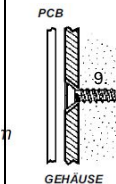

Abbildung B.4:
9. Montieren Sie die hintere Abdeckung mit zwei Schrauben und setzen Sie die Leiterplatte zurück. Benutzen Sie ISO 7050 (ST3.5 x 22) oder ähnliche angesenkte Schrauben, sodass der Schraubenkopf die Leiterplatte nicht berührt – siehe Abbildung B.4.